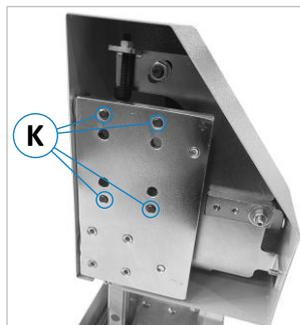
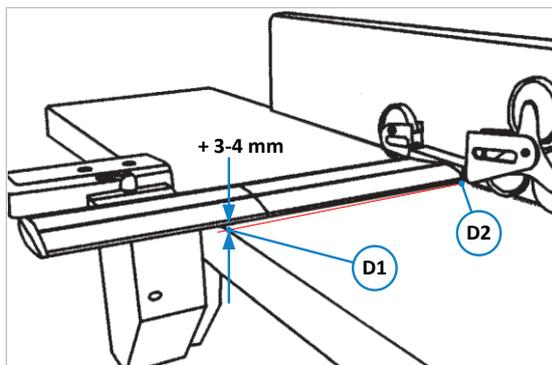

Figure 3 : réglages (K)
Figure 5 : compensation de la courbure par des vis (K)
- Dans cet état, la zone avant (D1) du pont doit être 3 à 4 millimètres plus haute par rapport à la table que la zone arrière (D2) au niveau des roues (voir ⇨ Figure 5). Le réglage s'effectue à nouveau à l'aide des vis sans tête (K) présentées sur ⇨ Figure 3.